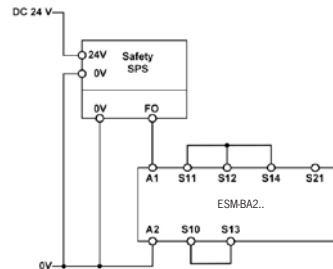

Fig. 10: Conexión a un sistema de control a prueba de fallos (cat. 4, hasta PL e).
- Para las aplicaciones mostradas en la Fig. 9 y la Fig. 10, debe tenerse en cuenta lo siguiente: